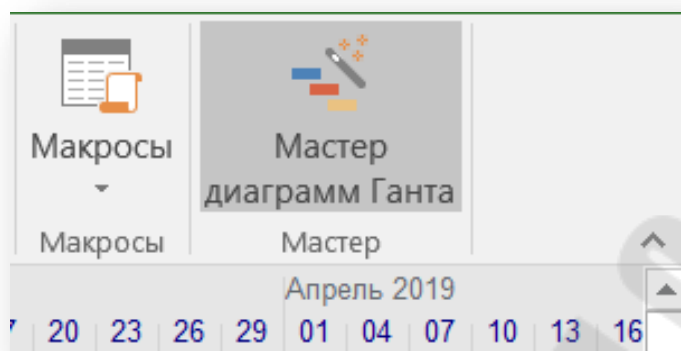

Рис. 2.42. Параметры *Project*
f. Откройте вкладку, на которую вы добавили мастер (вкладка *Вид*), а затем нажмите кнопку *Мастер диаграмм Ганта* (рисунок 2.42).